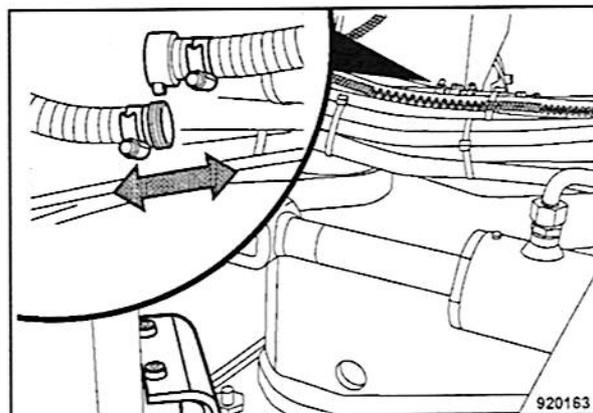

Fig. 199
- Separar la conexión de la tubería de agua (Fig. 199) de la articulación de codo y descargar el agua.